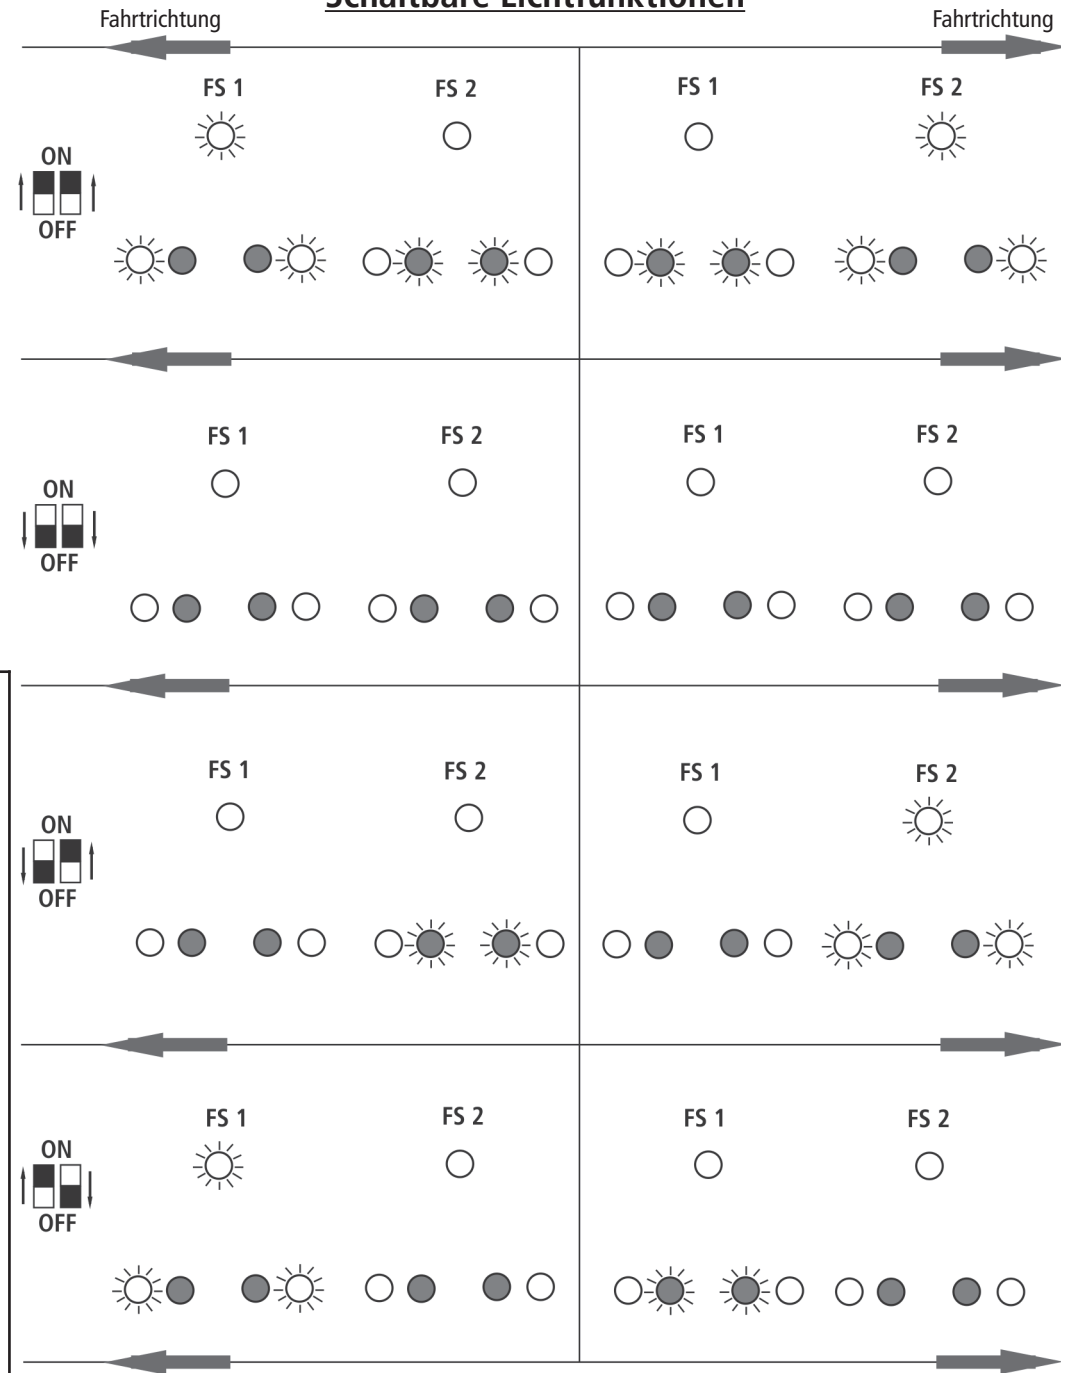
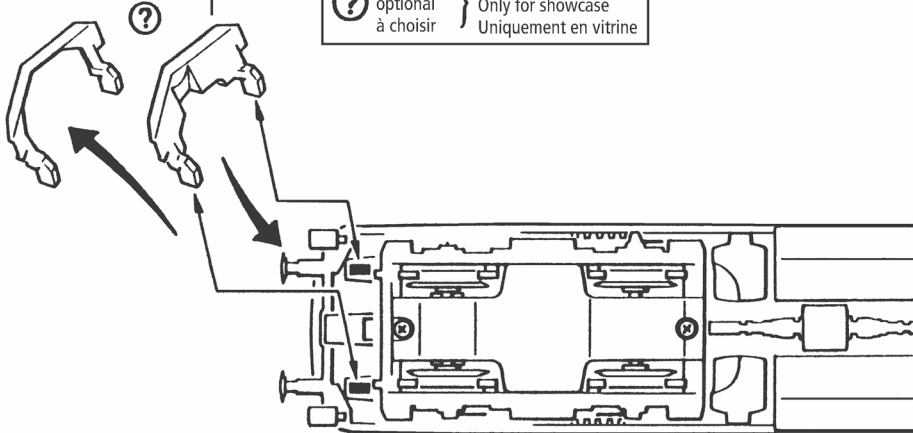

Fig. 6
Fig. 3
Mehrzugbetrieb: Zuerst Lokgehäuse abnehmen (Fig. 3). Danach den Brückenstecker aus der Schnittstelle entfernen (diesen sorgsam aufbewahren). Danach den Stecker des Decoders lagerichtig einsetzen (siehe Fig. 6).
2. Schmierung: Versehen Sie die im Schmierplan in Fig. 7 gekennzeichneten Stellen mit nur **kleinen Öltropfen**. Dazu zuerst das Lokgehäuse abnehmen (Fig. 3). Wir empfehlen den ROCO **Öler Art.-Nr. 10906**. Fürs Schmieren der Getriebeteile (Zahnräder, Schnecke) empfehlen wir das **ROCO-Spezialfett Art.-Nr. 10905**. Im Falle der Schmierung diese Teile **nicht ölen**.
4. Motorwechsel: Lokgehäuse abnehmen (Fig. 3). Danach wird der Motor ausgebaut (Fig. 9).
Remove the jumper from the interface. Finally put the plug of the decoder into the interface as shown in fig. 6.
2. Lubrication: Apply **tiny oil drops** to spots marked in fig. 7. Prior to lubrication dismantle locomotive (fig. 3). We recommend using item no. **10906, Roco oiler**. For lubrication the gearparts (e.g. cogwheels, worm) we should recommend our Roco **special grease** (item no. **10905**).
4. Motor Changing: First remove loco body (fig. 3), and then the motor (fig. 9).
Exploitation en télécommande multi-trains: Enlevez la fiche de shuntage de l'interface (à conserver!) et enfichez finalement la fiche de décodeur aux prises de l'interface. Veuillez à la position correcte de la fiche (voir fig. 6).
2. Graissage: N'appliquez **qu'une tout petite goutte** aux endroits indiqués par le plan de graissage (fig. 7) après avoir démonté la caisse de la locomotive (fig. 3). Nous vous recommandons **le graisseur à huile Roco réf. 10906**. Pour graisser les engrenages (roues dentées, vis sans fin) nous vous conseillons la **graisse spéciale Roco réf. 10905** pour engrenages en matières synthétiques. Lorsque vous utilisez cette graisse il faut éviter d'huiler ces composants.
4. Remplacement du moteur: Démontez la caisse (voir fig. 3). Démontez ensuite le moteur (fig. 9).
1. siehe see voir } Fig. 3
1. siehe } Fig. 3